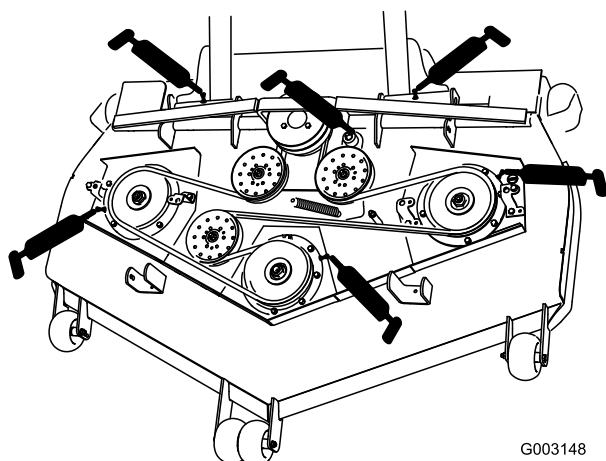

Figure 31
4. Lubrifiez les roulements des trois axes sous les poulies jusqu'à ce que la graisse sorte par les joints inférieurs (Figure 31).
5. Graissez le bras de la poulie de tension sur le plateau de coupe (Figure 31).
6. Lubrifiez les graisseurs des bras de poussée (Figure 31).